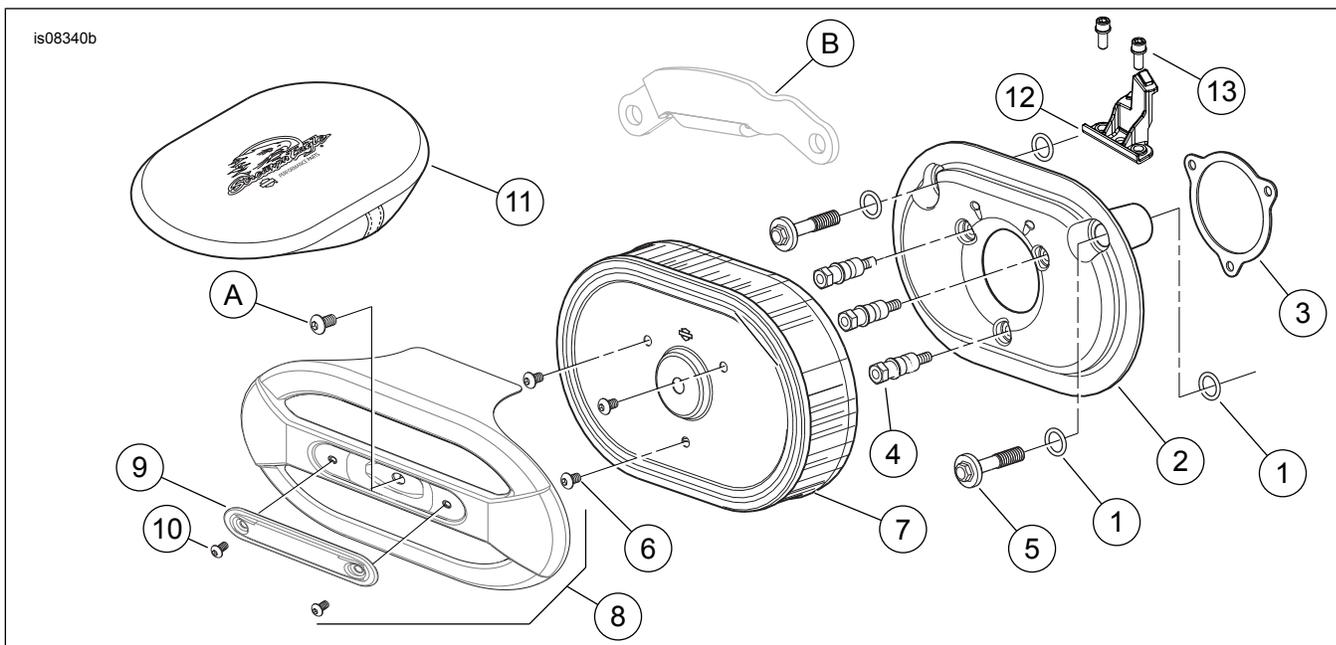

Figura 3. Peças de reposição: Kit do Filtro de ar de desempenho Elite com ventilador Screamin' Eagle
Veja Figura 3 e Tabela 1.
1. Veja Figura 3. Instale a presilha ACR (12) e parafusos (13). Aperte os parafusos com torque de 3,4–4,5 N·m (30–40 ft-lbs).
2. Monte dois anéis de vedação “o-rings” (1) do kit nos canais em torno dos furos dos parafusos do respiro no lado módulo de indução da placa de fixação (2). Monte os outros dois anéis de vedação “o-ring” nos canais do lado de baixo das cabeças dos parafusos do respiro (5).
3. Remova a película da parte traseira da fita adesiva da gaxeta (3). Posicione cuidadosamente o lado adesivo da gaxeta na placa de fixação, alinhando os furos de parafusos em espaços uniformes. Pressione a gaxeta firmemente no lugar.
4. Introduza os novos parafusos de respiro (5) na placa de fixação.
7. Introduza os pinos de montagem do filtro de ar (4) totalmente através da placa posterior (2) até que as roscas dos parafusos sejam capturadas no módulo de indução. Deixe os parafusos com folga.
1. Veja Figura 3. Prenda o elemento filtrante (7) nos prisioneiros de fixação do filtro de ar (4) utilizando três parafusos TORX® (6) de acabamento brilhante do kit. Aperte os parafusos com torque de 6,2–6,8 N·m (55–60 in-lbs).
2. Aplique Loctite 243 – azul nas roscas do parafuso (A) original (OE) da tampa do filtro de ar. Prenda a tampa do filtro de ar (8) no elemento filtrante (7) com o parafuso. Aperte o parafuso com torque de 4,1–6,8 N·m (36–60 in-lbs).
3. Monte o inserto (9) na tampa do filtro de ar usando dois parafusos cromados (10). Aperte com firmeza.
1. Veja Figura 3. Remova a tampa do filtro de ar (8) e inspecione o elemento do filtro (7) a cada 8.000 km (5000 mi), ou com maior frequência sob condições de muita poeira.